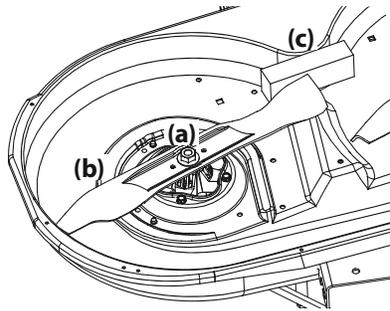

Figura 50
2. Use una llave de $15/16$ " para sostener la tuerca hexagonal en la parte superior del conjunto del husillo cuando afloje la tuerca hexagonal (a) que fija la cuchilla (b). Se puede colocar un bloque de madera (c) entre el alojamiento de la plataforma y el borde de corte de la cuchilla (b) para ayudar a aflojar la tuerca hexagonal (a) que fija la cuchilla. Consulte la Figura 50.